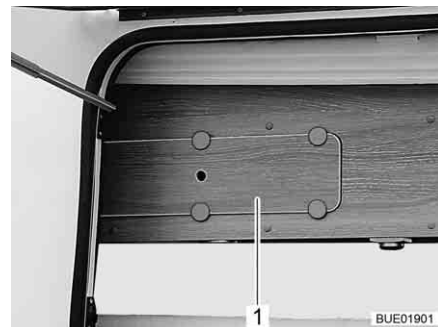

Fig. 178 Couverture sur le meuble haut
- Retirer le couvercle (Fig. 178,1).